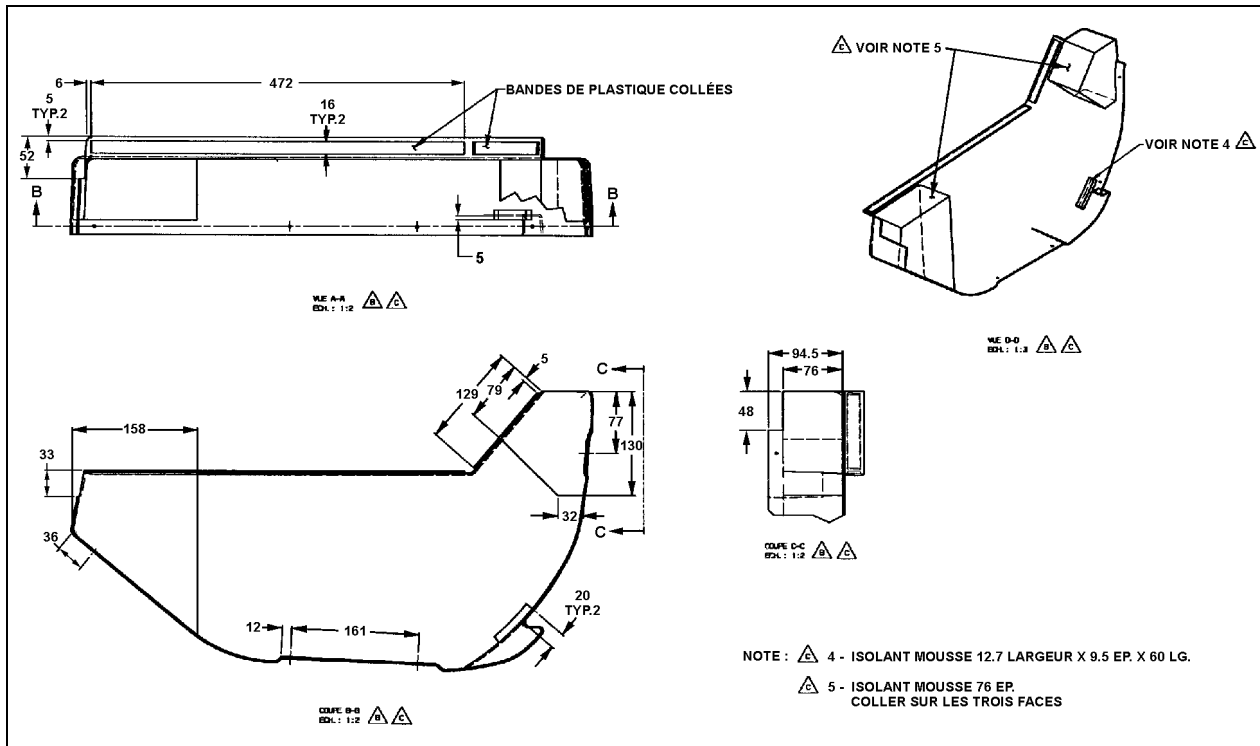

FIGURE 2 : COUVERCLE DU PORTE-BAGAGES
3. Installer les deux blocs d'isolant mousse ainsi que le ruban mousse (voir figure 2).
4. Installer les deux blocs d'isolant mousse ainsi que le ruban mousse (voir figure 2).